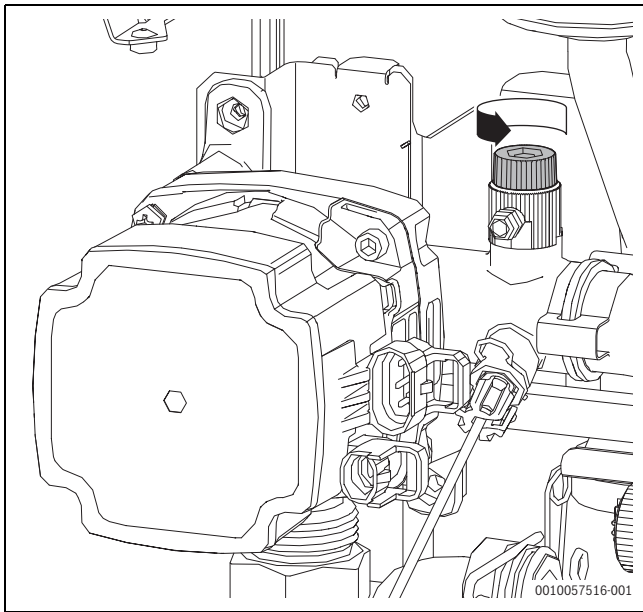

Bild 62 Manuelle Entlüftung der Hybridpumpe
- ▶ Anlage manuell über den Entlüfter an der Wärmezelle und der Hybridpumpe entlüften (→ Bild 62 "Manuelle Entlüftung der Hybridpumpe").